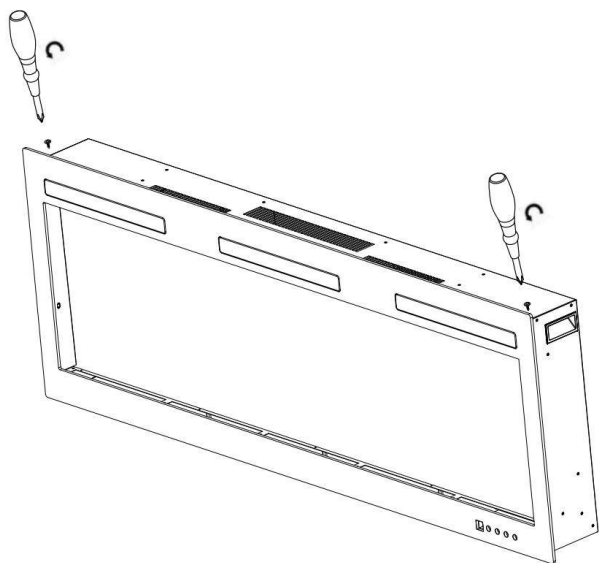

Fig. 1-1
- A. Odkręć śruby po obu stronach (**Rys. 1-1**).